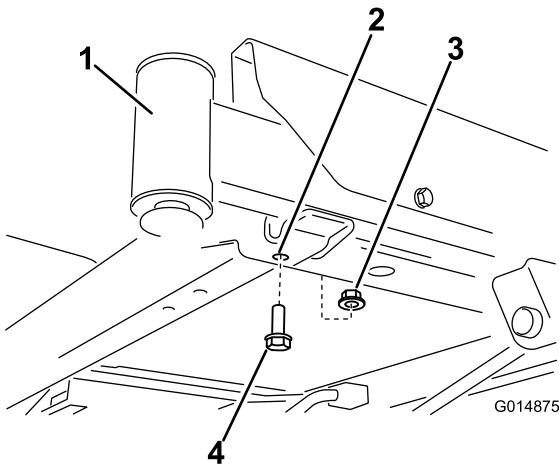
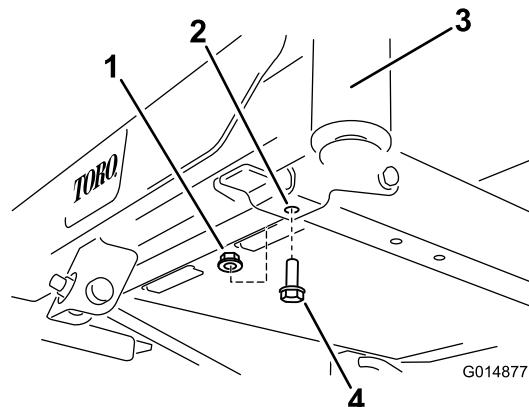

Figura 3
Figura 4
2. Localice los pernos delanteros en la parte inferior del bastidor (Figura 3 y Figura 4). Retire los dos pernos (3/8 x 1 pulgada) y dos contratuercas (3/8 pulgada). Guarde las contratuercas.